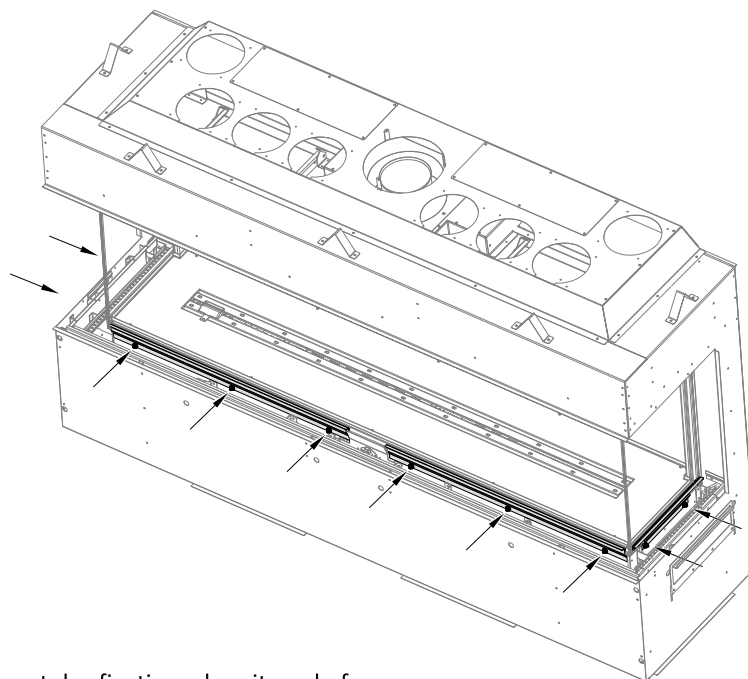

Figure 7.5 - Emplacement des fixations des vitres du foyer
3. Retirez les écrous 7/16 po qui retiennent la fixation supérieure de la vitre et retirez cette fixation pour la vitre de façade, tel que montré à la Figure 7.5. Conservez cette fixation pour réinstaller la vitre.
4. Desserrez les écrous 7/16 po qui retiennent les deux fixations inférieures de la vitre, tel que montré à la Figure 7.5. Vous n'avez pas besoin de retirer ces fixations.
4. Fixez la dernière fixation de vitre latérale avec les écrous 7/16 po. Serrez tous les écrous 7/16 po qui tiennent en place les fixations supérieures et inférieures, tel que montré à la Figure 7.5.